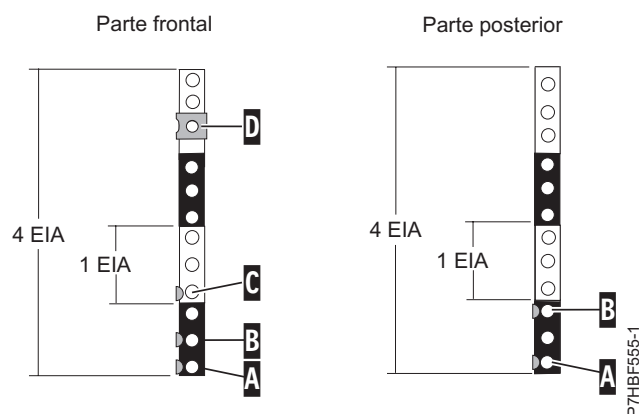

Figura 3. Señalización de orificios en la parte frontal y posterior del bastidor
1. Mirando de frente la parte frontal del bastidor y trabajando desde la parte derecha, localice la unidad EIA superior que utiliza su unidad de expansión. Tome nota de la ubicación de EIA. Utilice cinta, un marcador o un bolígrafo para marcar el orificio inferior de esta unidad como **A**. Marque el bastidor de modo que también se pueda ver el bastidor desde la parte posterior del bastidor, como se muestra en la Figura 3.
2. Empezando por el orificio identificado con la marca **A**, cuente un orificio y coloque una segunda marca como **B**. Marque el bastidor de modo que la marca también se pueda ver desde la parte posterior del bastidor, tal como se muestra en la Figura 3.
3. Empezando por el orificio identificado con la marca **B**, cuente dos orificios y haga una tercera marca, la **C**, tal como se muestra en Figura 3.
4. Para instalar el clip de tuerca, empezando por el orificio identificado con la marca **C**, cuente seis agujeros y coloque una cuarta marca como **D**. Coloque el clip de tuerca en la ubicación **D** como se muestra en la Figura 3.
8. Empezando por el orificio identificado por la marca **A**, desplácese dos agujeros hacia arriba y coloque una segunda marca **B**, tal como se muestra en la Figura 3 en la página 5.